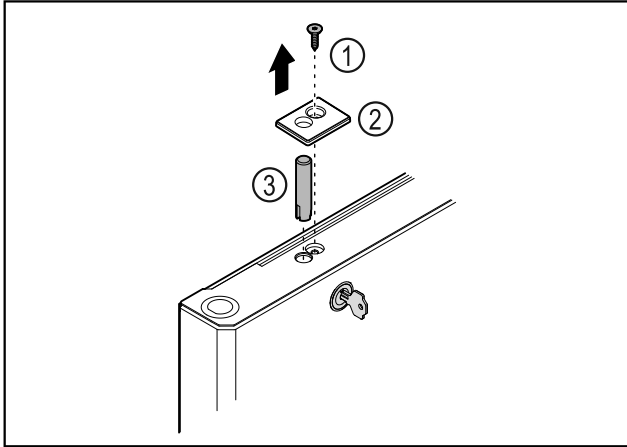

Fig. 43
- Rimuovere la vite Fig. 43 (1).
- Disinnestare la copertura Fig. 43 (2) con l'ausilio di un piccolo cacciavite e rimuoverla.
- Estrarre il perno della serratura Fig. 43 (3).